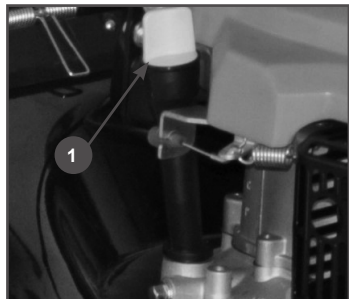

Рис. 10 Замена моторного масла
5. Осторожно открутите крышку-щуп 1 (Рис. 10) маслосазливной горловины, протрите его насухо и отложите в сторону.